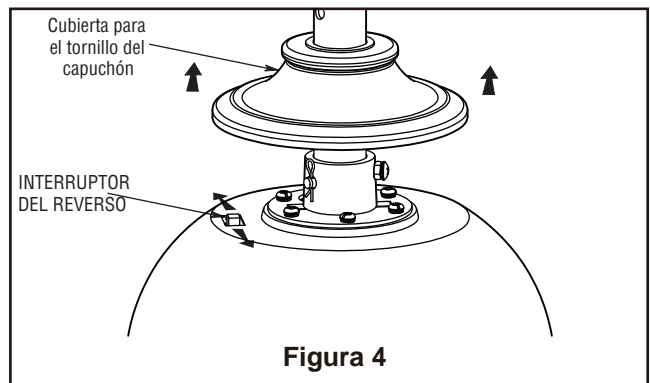

Figura 4
3. Deslice la unidad del receptor en el extremo abierto del soporte colgante. (Figura 4)
- 4. Instale el conector de 2 clavijas desde la placa de conexión a la unidad del motor. (Figura 4)
- 4. Si se desea que el flujo del aire vaya en la dirección opuesta, apague el ventilador y espere a que se detengan las palas. Deslice la carcasa de la cubierta para visualizar el interruptor del reverso. Deslice el interruptor del reverso ubicado en la parte superior del motor hacia la posición opuesta y encienda de nuevo el ventilador. (Figura 4)